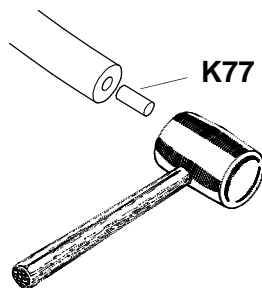

Fig. 28
- À la fin de ces opérations, il faut monter le cache **K68** à l'extrémité de la main courante. La procédure pour effectuer cette opération est la même pour les deux bouts, avec la seule différence qu'au début de l'escalier il faut insérer le goujon en bois **K77** dans le trou du segment. fig. 28.